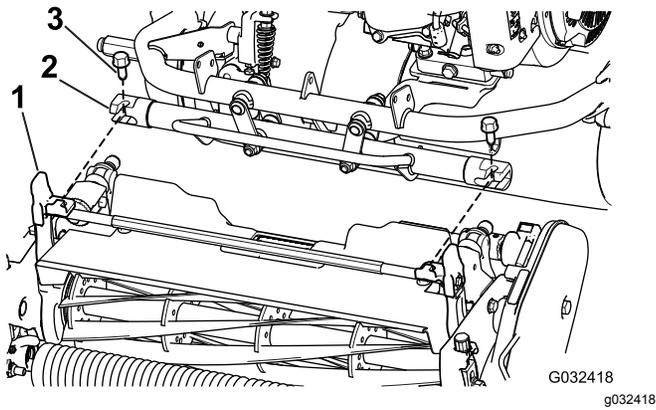

图 7
4. 向前推动机架直至其与滚刀组旋转臂完全接合图 7。
5. 使用 2 颗螺栓 $\frac{3}{8}$ x $\frac{3}{4}$ 英寸将机架固定到滚刀组旋转臂上图 7。